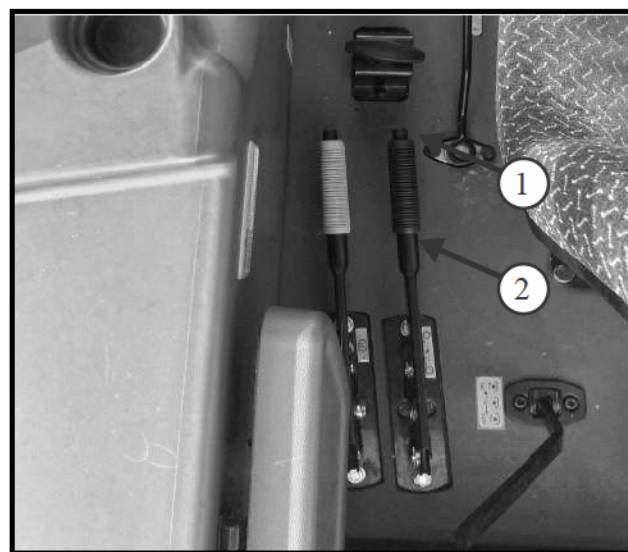

Рис. 4-10
- Переменный отбор можно отключить, потянув независимый рычаг сцепления КОМ (рис. 4.10).
Осторожно: всегда используйте рычаг независимого сцепления (Рис. 4-10) для того, чтобы включить или отключить регулятор коробки отбора мощности.
Нажмите освобождающую кнопку (1, Рис. 4.10) и потяните рычаг независимого отбора мощности (2, Рис. 4.10) в верхнее положение (ВЫКЛ, OFF) для включения сцепления.
Нажмите освобождающую кнопку (1, Рис. 4.10) и потяните рычаг независимого отбора мощности (2, Рис. 4.10) в нижнее положение (ВКЛ, ON) для отключения сцепления.
Внимание: когда коробка отбора мощности не используется, отключите сцепление, потянув вверх рычаг сцепления (Рис. 4-10), нажмите на педаль сцепления и отключите коробку отбора мощности поворотным регулятором.